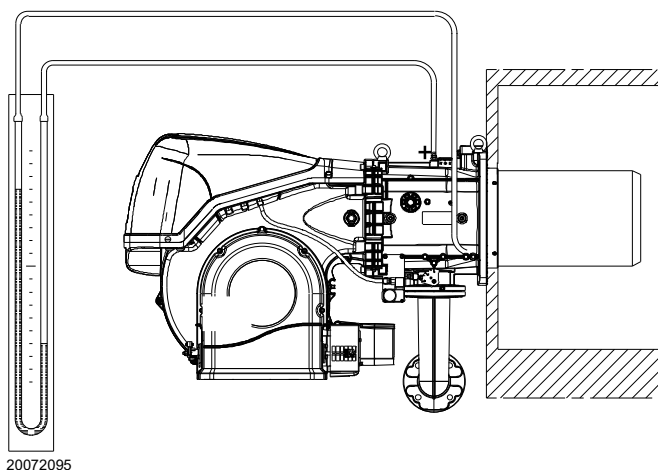

Fig. 24
- Monter un manomètre en U ou un manomètre de type différentiel (Fig. 24), avec la prise (+) sur la pression de gaz du manchon et (-) dans la chambre de combustion.